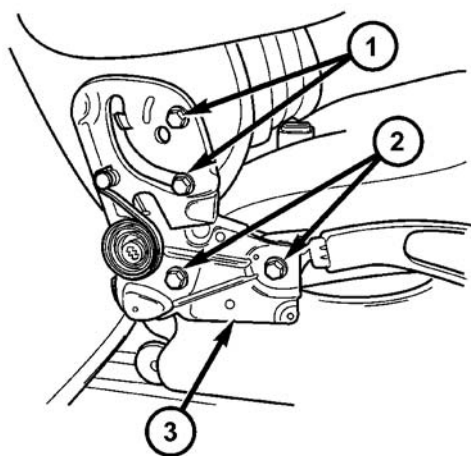

图 32 座椅靠背铰链—典型
- （5）卸下座椅靠背框架螺栓，并卸下座椅靠背。（图 32）